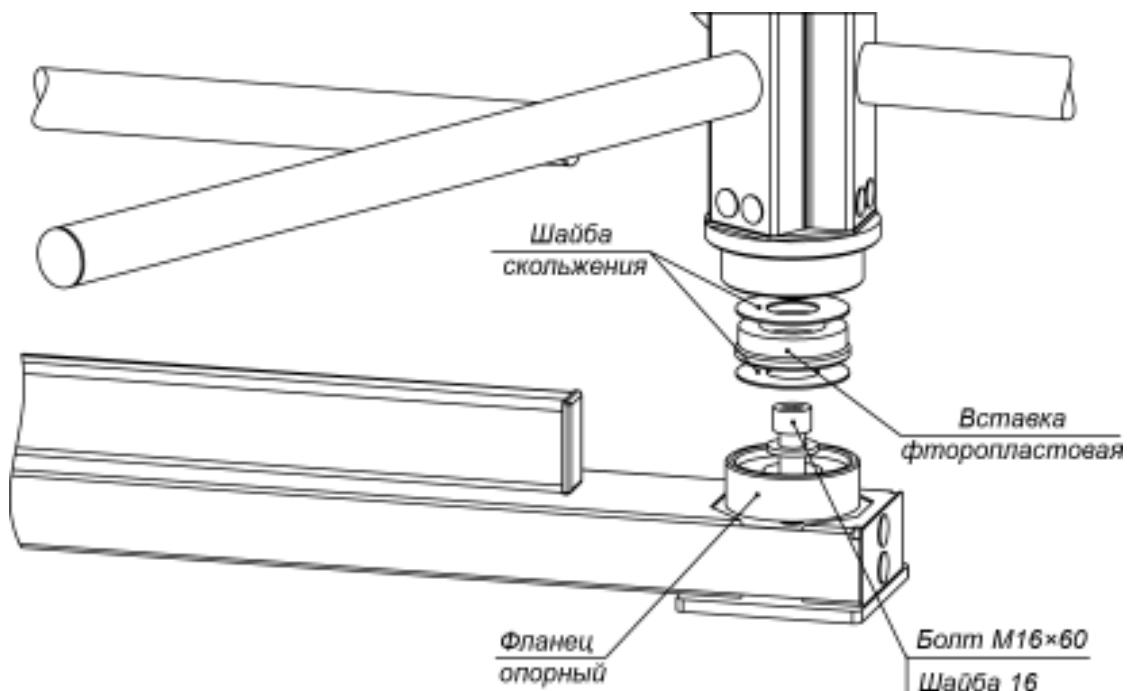

Рисунок 14. Нижний узел вращения ротора (3)
- В место установки нижнего узла вращения ротора вставьте фланец опорный узла вращения (см. рис. 14). Закрепите его и стойку с преграждающими планками на установочной поверхности анкерным болтом M16×60.
14. Распакуйте секции ротора (1) (ящик №2).
15. Произведите монтаж ротора (1) (работайте вдвоем!):
- Соберите нижний узел вращения (3) ротора в стойке с препреждающими планками (5) (см. рис. 14). Две шайбы скольжения и находящаяся между ними фторопластовая вставка должны лежать в узле без перекосов, опираясь на всю опорную поверхность, симметрично относительно оси ротора. При этом гладкие поверхности шайб скольжения должны быть ориентированы на вставку. Допускается применение на поверхностях скольжения смазки типа ШРУС-4.
- Установите секцию ротора с элементами крепления в нижний узел вращения (3): заведите ее с небольшим наклоном цилиндрическим хвостовиком в узел вращения и затем переведите секцию в вертикальное положение.